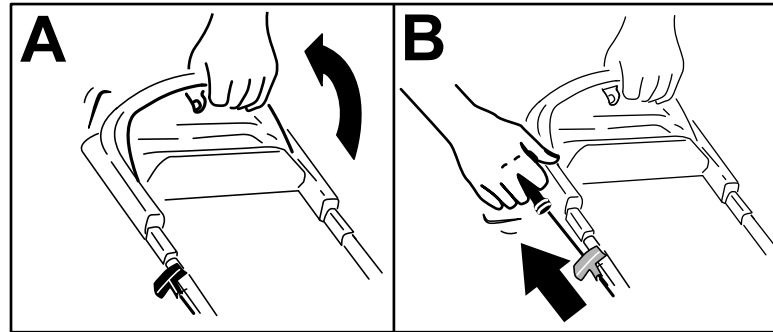

Figura 13
1. Tire de la barra de control de la cuchilla hacia el manillar, y sujétela en esa posición (Figura 13, A).
2. Tire suavemente del arrancador de retroceso (Figura 13, B) hasta que note resistencia, luego tire con fuerza y deje que vuelva lentamente a la guía de cuerda del manillar.